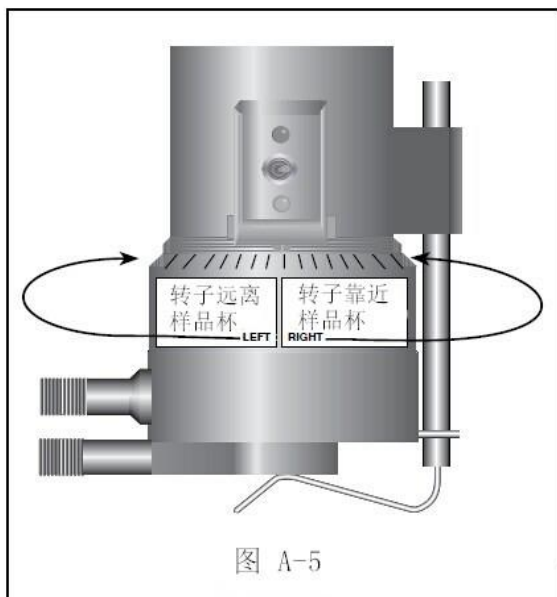

图 A-5
2. 如果接触灯（黄）亮起，顺时针（当您向下看仪器时）旋转千分尺调整环，直至灯不再发亮（见图 A-5）。